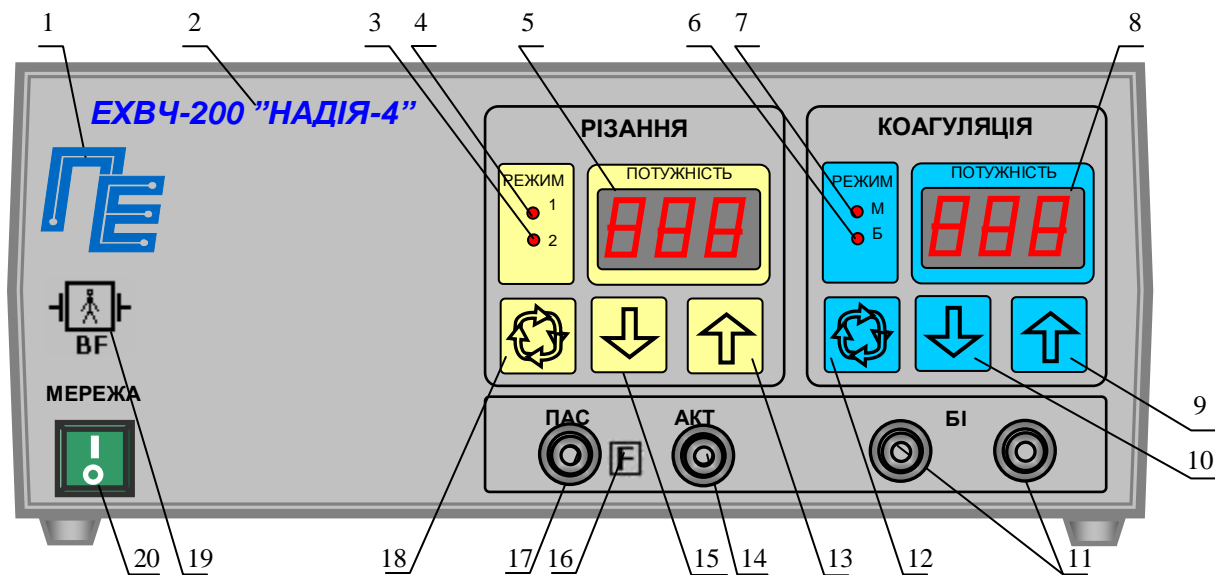
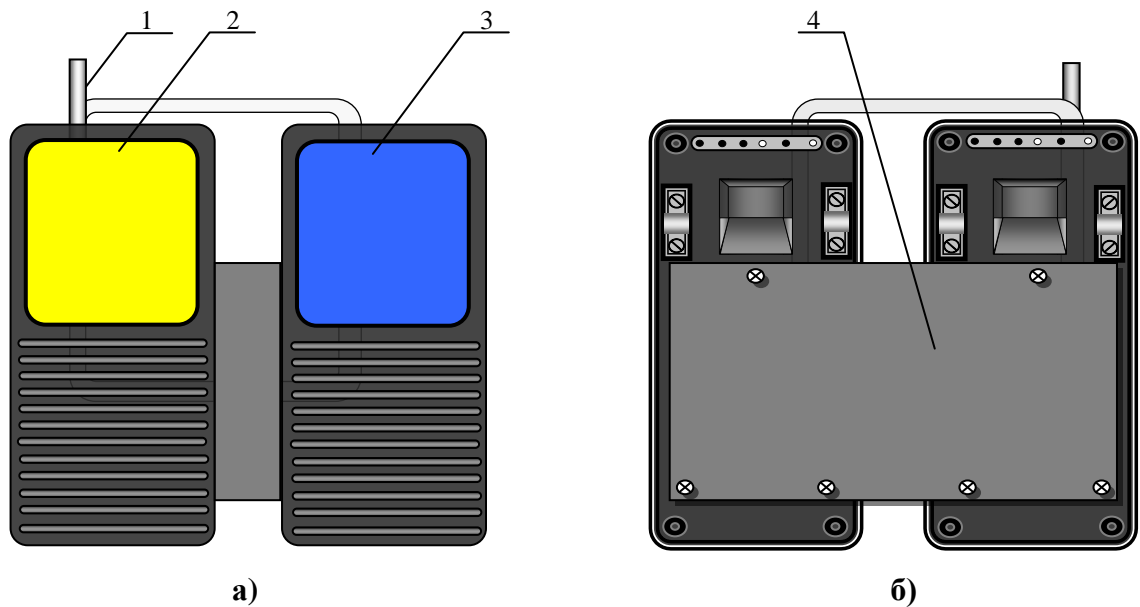

Рис.1. Передня панель електронного блоку.
Рис. 3. Ножна педаль
Конструктивно апарат виконаний у вигляді двох окремих блоків - електронного блоку (рис. 1,2) і ножної педалі (рис. 3).
На передній панелі електронного блоку розташовані наступні органи управління і індикації (рис.1):
Конструкція ножної педалі (рис.3) є підлоговою конструкцією, на якій розташовано дві рухомі платформи: ліва (2) - для включення виду роботи РІЗАННЯ, права (3) - КООГУЛЯЦІЯ.
- включити апарат, для чого встановити вимикач “МЕРЕЖА” в положення “**I**”. При цьому висвітлюються індикатори: “МЕРЕЖА”, вибраних режимів роботи. На індикаторах (5,8 рис.1) висвітлюються цифри встановленого рівня вихідної потужності;
- перевірити переключення режимів роботи, для чого послідовно натискаючи кнопки (12, 18 рис.1), переконатися, що апарат послідовно перемикає режими 1, 2 для РІЗАННЯ і режимів М, Б для КООГУЛЯЦІЯ по послідовному загорянню відповідних індикаторів (3, 4, 6, 7 рис.1);
- перевірити регулювання рівня вихідної потужності, для чого, натиснувши кнопки управління (9, 13 рис. 1), переконатися, що відбувається збільшення показань індикатора рівня вихідної потужності, а натиснувши кнопки управління (10, 15 рис.1), переконатися, що відбувається зменшення показань індикатора рівня вихідної потужності. Перевірку провести як для виду робіт РІЗАННЯ так і для виду робіт КООГУЛЯЦІЯ. Слід пам'ятати, що встановлені рівні вихідної потужності запам'ятовуються для кожного виду і режиму роботи. Види роботи включаються тільки по черзі.